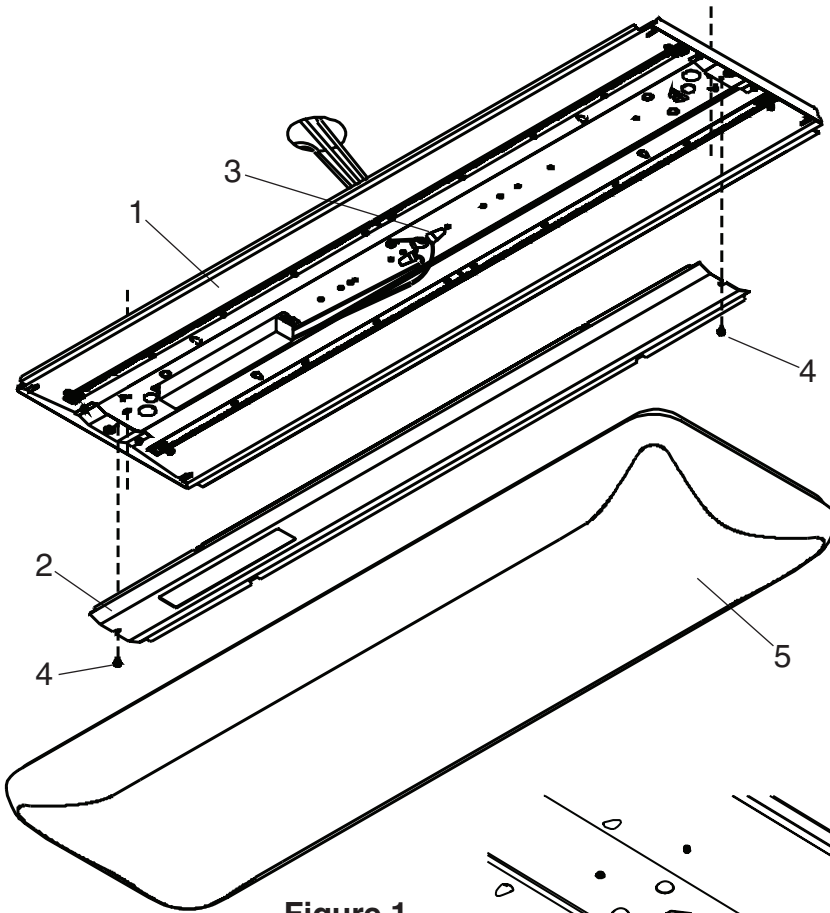
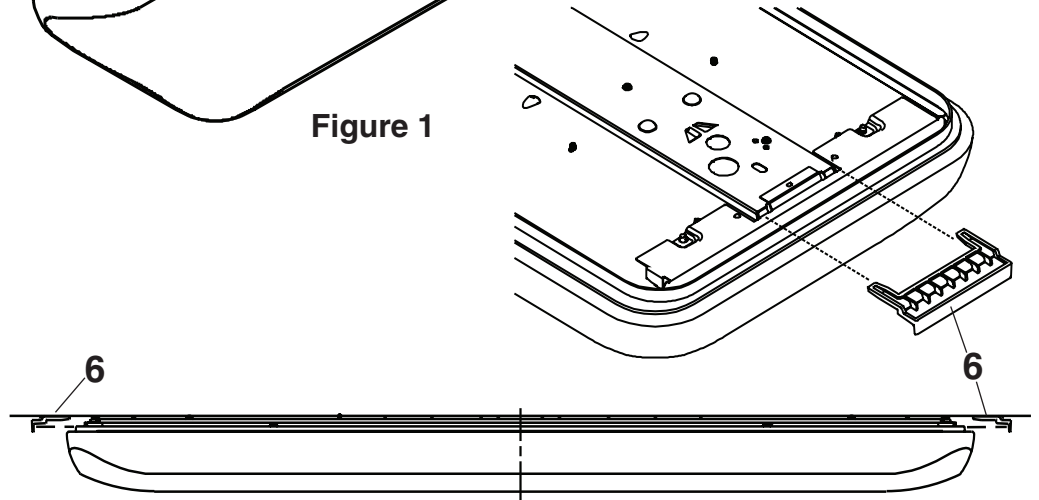

Figure 1
Figure 6
2. **Remove the Screws** (4) securing the Wireway Cover (2) to the Fixture Housing (1) **See Figure 1.**
7. **Replace Wireway Cover** (2) under tabs on one side of Fixture Housing (1). Make sure wires are not pinched between Fixture Housing and Wireway Cover. Secure ends of wireway cover with Screws (4). **See Figure 1.**
8. **To install Diffuser** (5), lift one side of diffuser almost to ceiling. Position one side of Diffuser over side flange on Fixture Housing (1). Lift and shift opposite side of diffuser upward and towards Fixture Housing until diffuser rests on side flange.
9. **Align on center and insert a Locking Bracket** (6) at each end of the Luminaire housing (1), as shown in Figure 6. Fully insert each bracket to wedge the diffuser against the ceiling. Make sure the diffuser and the brackets are centered between the ends of the luminaire housing and are firmly held in place. **See Figure 6 & 7.**
10. Remove the Brackets to uninstall the Diffuser. **See Figure 6.**
2. Supprimer (2) vis (4) de fixation du couvercle de chemin de câbles pour le logement Mobilier (1). **Voir la Figure 1.**
7. Remplacez le couvercle de chemin de câbles dans des onglets sur un côté du boîtier du luminaire. Faire que les fils ne sont pas coincés entre le boîtier de fixation et le couvercle chemin de câbles. Assurer les extrémités de la couverture chemin de câbles avec des vis. **Voir la Figure 1.**
8. Pour installer le diffuseur, soulevez un côté du diffuseur presque jusqu'au plafond. Placez un côté du diffuseur sur la bride latérale du boîtier du luminaire. Soulevez et déplacez le côté opposé du diffuseur vers le haut et vers le boîtier du luminaire jusqu'à ce que le diffuseur repose sur la bride latérale. **Voir la Figure 1.**
9. Aligner au centre et insérer un support de verrouillage (6) à chaque extrémité du boîtier de l'uminaire (1), comme illustré à la figure 6. Insérer complètement chaque support pour caler le diffuseur contre le plafond. Assurez-vous que le diffuseur et les supports sont centrés entre les extrémités de la boîtier du luminaire et sont fermement maintenus en place. **Voir la Figure 6 & 7.**